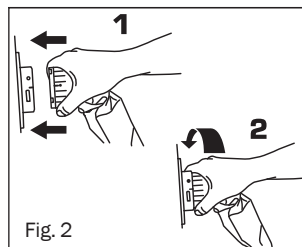

Fig. 2
5. Bevestig de luchtslang aan de pomp door de zwarte markering op de slangkoppeling met de zwarte markering op de pompkoppeling te verbinden. Draai vervolgens met de zonnepijlers mee tot de groene indicator op de power unit zichtbaar wordt. (FIG 2).